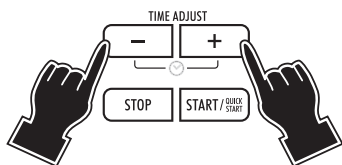

fig. 6
- 9) Bereid geen eieren in hun schaal (fig. 6): de druk die in het ei ontstaat doet het ei ontploffen, zelfs aan het einde van de bereidingstijd. Warm geen gekookte eieren op, tenzij het roerei betreft.